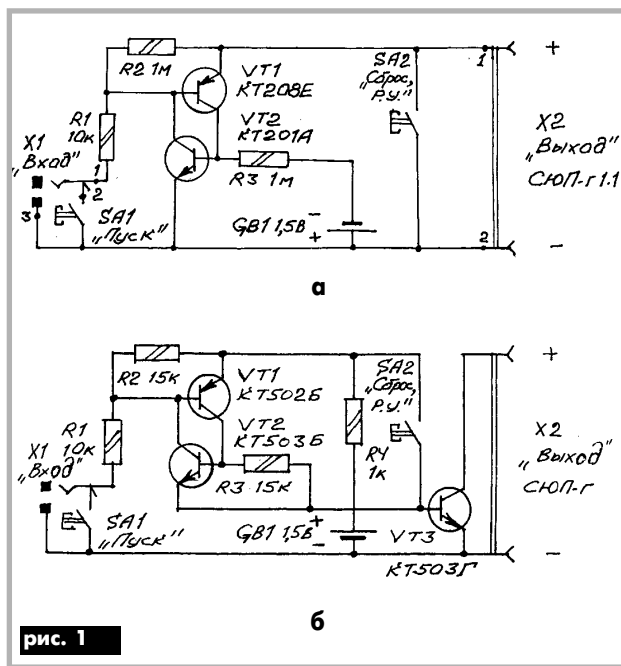

рис. 1
Простейший вариант пульта показан на **рис.1,а**. Транзисторы VT1 и VT2 представляют собой аналог тиристора. Поскольку открывание транзисторов происходит лавинообразно, то схема является также формирователем фронта управляющего импульса. Ее особенность – наличие источника запирающего напряжения на элементе GB1 (1,5 В). Этим достигается устойчивая отсечка ключа. Нагрузочная способность схемы по току несколько ограничена, но защелка может удерживаться весьма малыми токами (например, входным током от часов с питанием 1,5 В).
На **рис.1,б** показана схема модернизированного дистанционного пульта.
**Детали.** Транзистор VT1 (рис.1,а) типов KT208, KT209 или KT501 необходим для обеспечения напряжений и токов коммутации. Для VT2 лучшего варианта, чем KT201A нет. Для схемы рис.1,б транзистор VT3 – типа KT503Г.